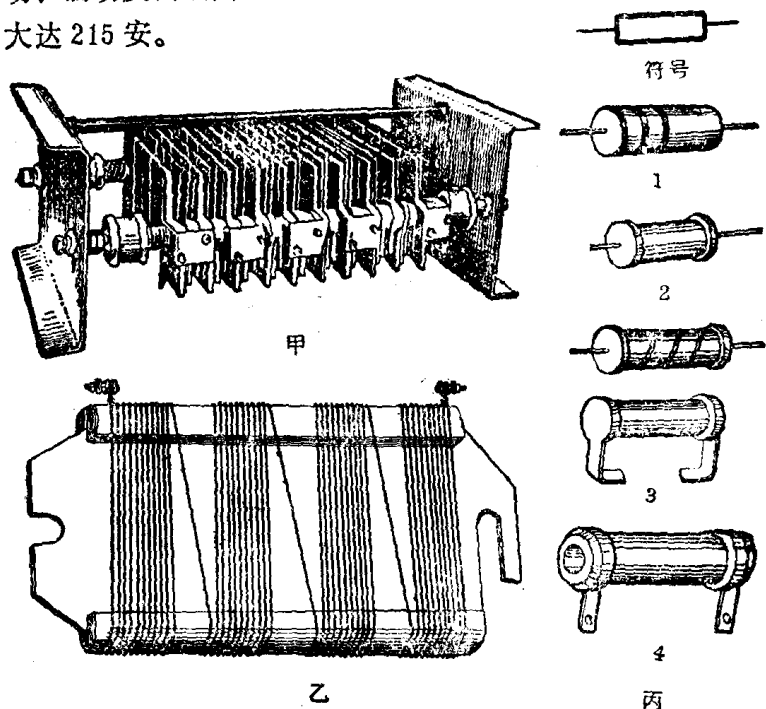

图1-6 固定电阻
1. 铸铁电阻。ZX 1 系列铸铁电阻（图 1-6 甲）由铸铁浇铸成曲折蜿蜒的栅形元件串联叠成。适用于交流 50 赫芝电压 500 伏及直流 440 伏的电路中，主要作为电动机的起动、制动及调速用。这种电阻一般阻值小，允许通过电流最大达 215 安。
2. 板形电阻。JZBY型(ZB2)板型电阻片(图1-6乙)主要作为异步电动机的起动电阻及用在鼠笼异步电机的反接制动线路来限止电流,亦可供小容量电动机调速用。板形电阻片允许通过的电流一般比铸铁电阻小。
3. 小功率电阻(图1-6丙)。用于晶体管、电子管电路中。合成炭质电阻(色环电阻,丙1)稳定性差,已逐渐淘汰。金属膜电阻(丙2)比炭膜电阻(丙3)更稳定,用于要求较高的线路中。线绕电阻(丙4)适用于功率较大的场合。